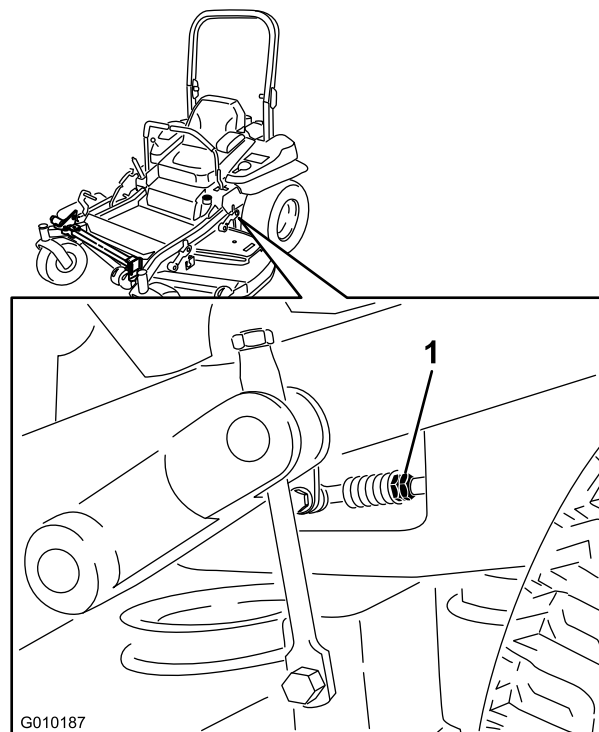

Figura 86
8. Regolate la lunghezza dell'asta di controllo della pompa facendo girare nella direzione opportuna i due dadi sull'asta, finché le ruote si spostano leggermente indietro (Figura 86).